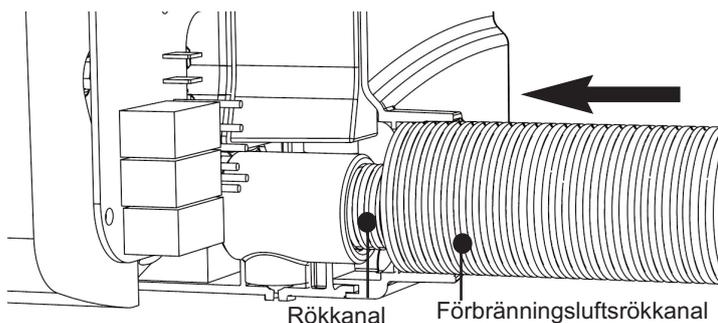

Bild 22 Montering av förbränningslufts rökkanal
- ii. Montera förbränningslufts rökkanalen på beredaren genom att dra den över rökkanalen och sedan ansluta den till beredaren (se bild 22).